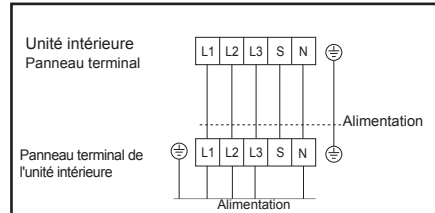

Fig. 13
4. Selon le schéma de câblage, selon les marques figurant sur le panneau des fils pour les branchements correspondants, comme l'illustre la Fig. 13.